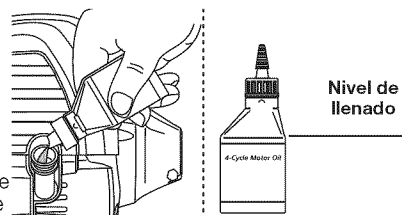

Fig. 32
**NOTA:** Use la botella y la boquilla que guardó del uso inicial para medir la cantidad correcta. El nivel de 60 ml (2.2 fl. oz.) está aproximadamente en la parte superior de la etiqueta de la botella (Fig. 32). Mida el nivel con la varilla de medición. Si el nivel está bajo, agregue una pequeña cantidad de aceite y vuelva a medir (Fig. 30). No lo llene demasiado.